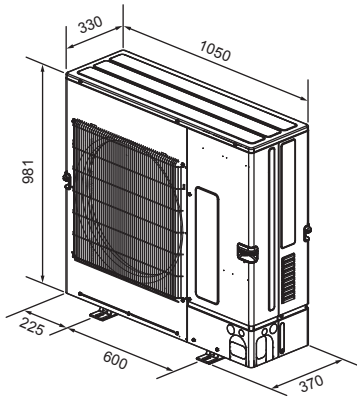

Fig. 2-2
2.3. โครงสร้างและขนาด (เครื่องภายนอกอาคาร) (Fig. 2-2)